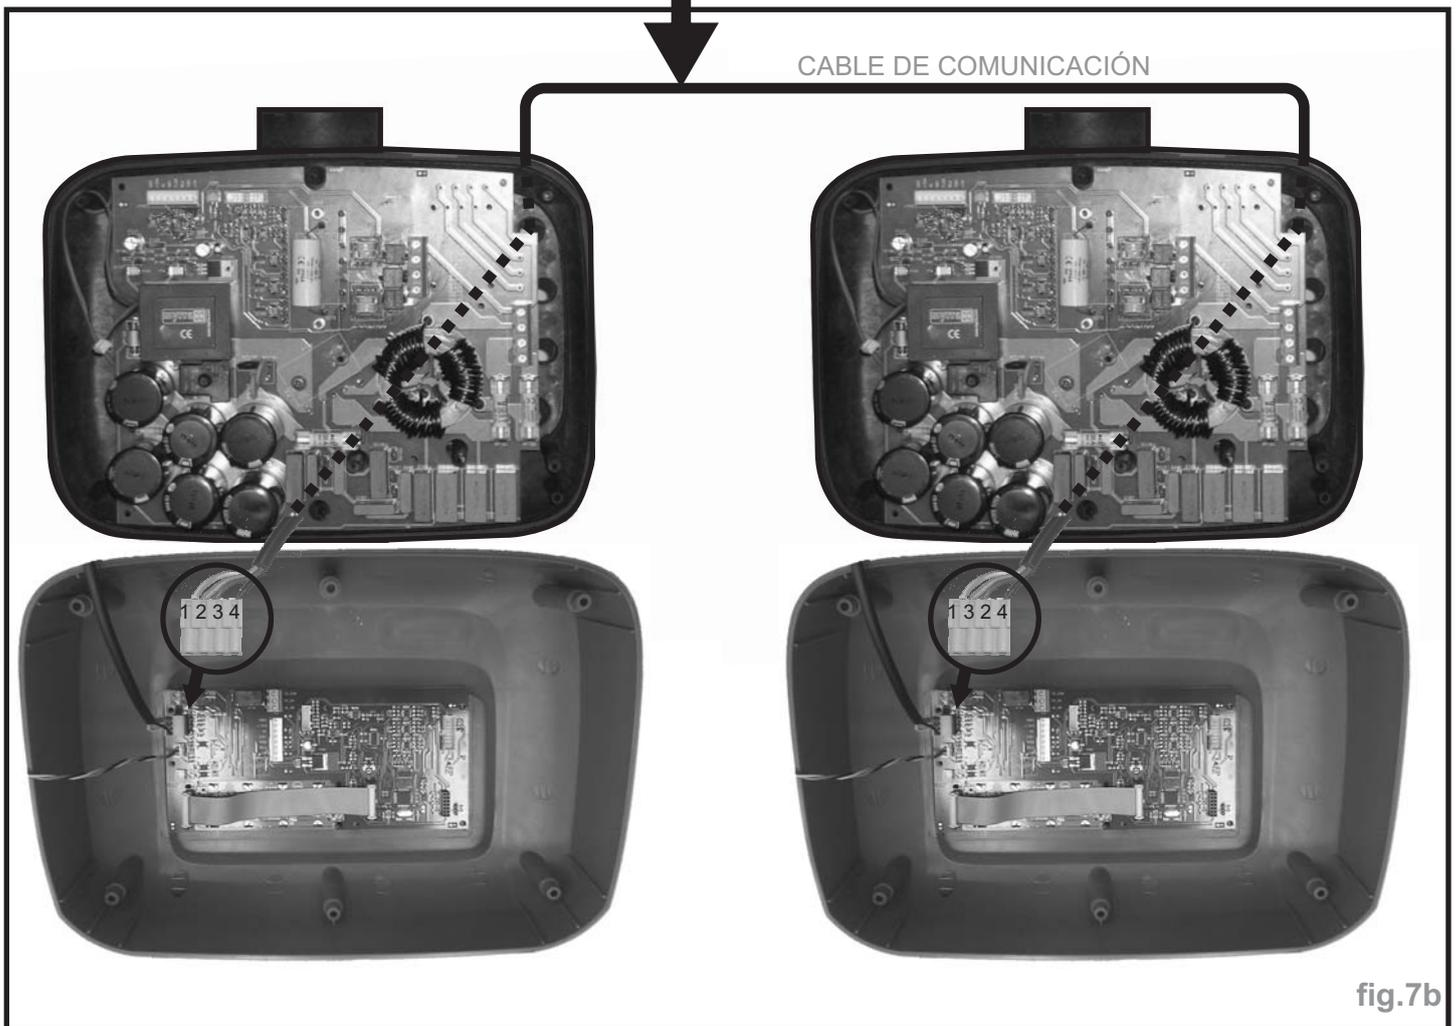

fig.7b
1. Desatornillar la tapa ① y aflojar el PG pasacables situado en su base ②.
4. Realizar el conexionado como se indica en la fig. 7b.